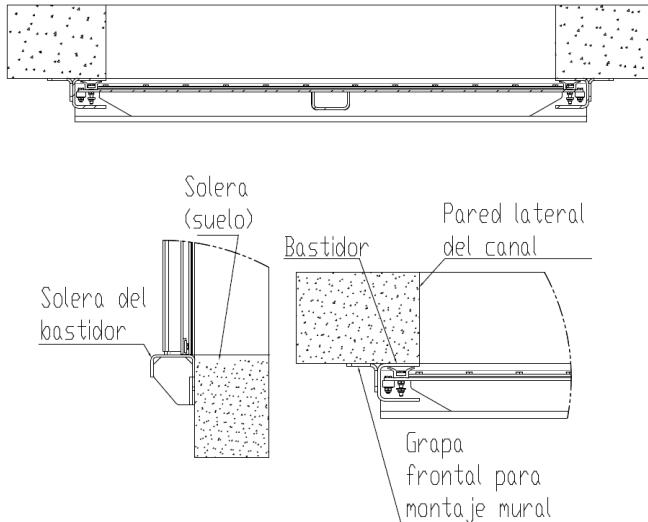

Figura 10
- Colocar la compuerta canal contra el muro y alinear con la abertura (ver Figura 10). La compuerta deberá estar en posición cerrada